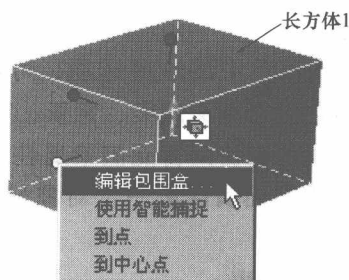

图 1-4
5) 在弹出菜单中单击【编辑包围盒】选项,如图 1-4 所示。